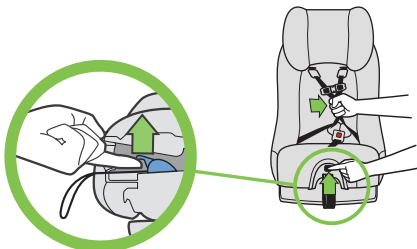

Figura 20
- Levante la lengüeta de ajuste del arnés y al mismo tiempo tire hacia afuera de las correas del arnés de los hombros hasta que se detengan, como se muestra en la **figura 20**.